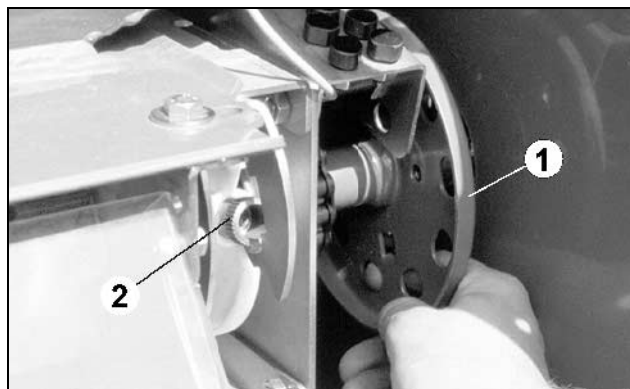

Fig. 61
- Hjulet (Fig. 61/1) drejes indtil skruerne (Fig. 61/2) kommer til syne